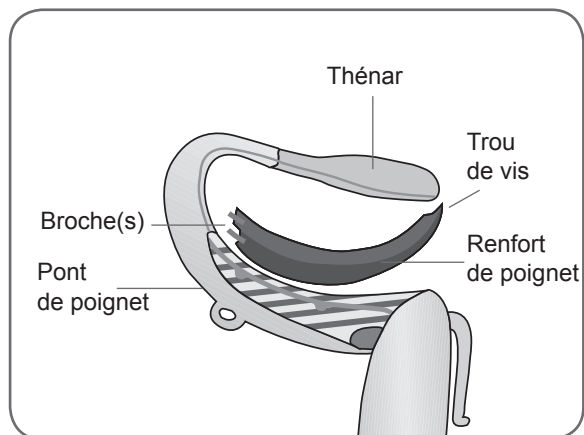

Figure 6-5 : Alignement du renfort de poignet.
3. Alignez le renfort de poignet sur le pont de poignet. Les broches du renfort de poignet doivent être distales et le trou de vis doit être proximal. Reportez-vous à la Figure 6-5.